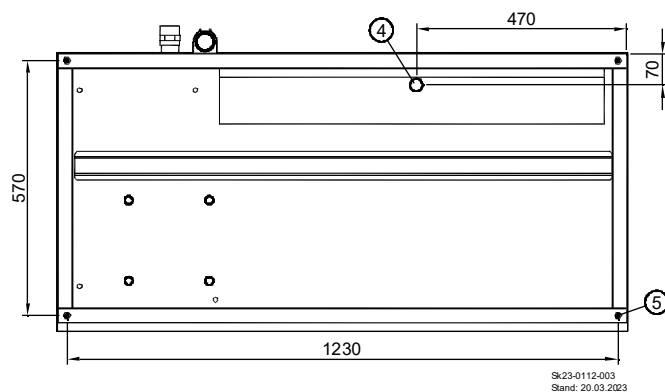

Abb. 7: Ansicht der Außeneinheit von unten
- ➔ Planen Sie einen ausreichenden Kondensatablauf an einer geeigneten Position unter der Außeneinheit (s. Abb. 7) gem. Kap. 3.9 ein.
Legende zu Abb. 7:
Der Kondensatablauf befindet sich an der Unterseite der Außeneinheit (s. Abb. 7).